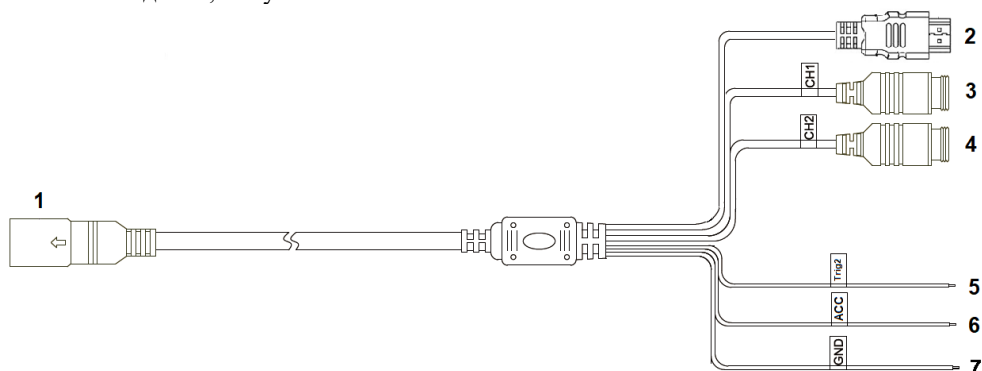

Рис. 4. Соединительный кабель.
4.4. Для подключения Монитора к источнику питания, а также видеокамер и сигнальных устройств к монитору, используйте соединительный кабель из комплекта поставки Изделия, Рисунок 4.